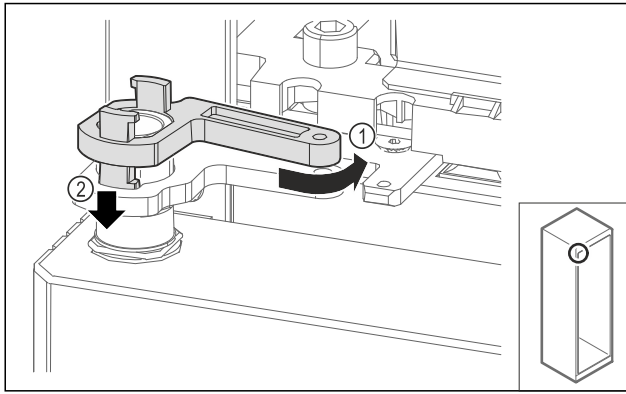

Fig. 67
- ▶ 稍稍往回转动托架的锁定机构 Fig. 67 (1)，接着向下按压 Fig. 67 (2)，使其锁定在合页角铁中。